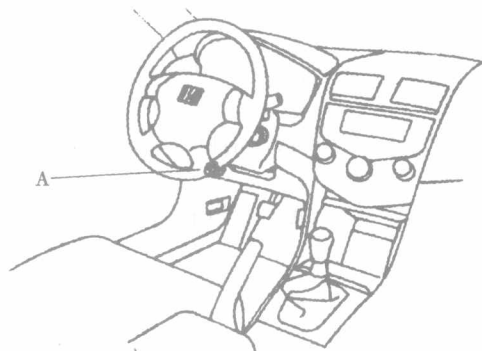

图 1-2 将 PGM 测试仪或 HDS 接至位于驾驶员侧仪表板下的数据传输插接器(DLC)上
② 如果 MIL 一直亮着,将 PGM 测试仪或 HDS 接至位于驾驶员侧仪表板下的数据传输插接器(DLC)上,如图 1-2 中 A 所示。